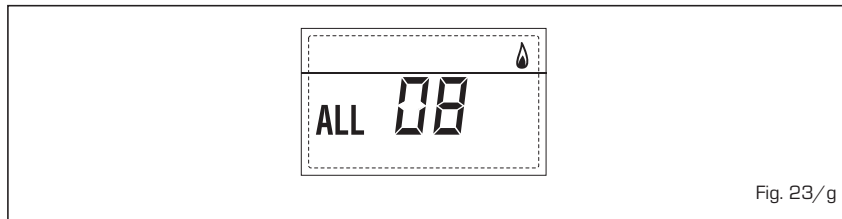

Fig. 23/g
- **WATER CIRCULATION ERRORS ALARM 09 (fig. 23/h)**